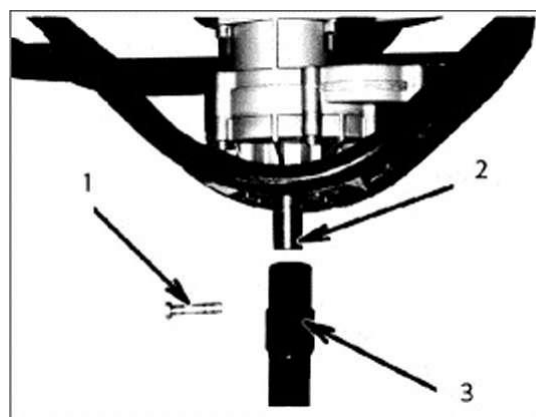

Рис.1
## СБОРКА (Рис.1)
1. Установить выключатель зажигания (1) в положение ON (Рис.1).